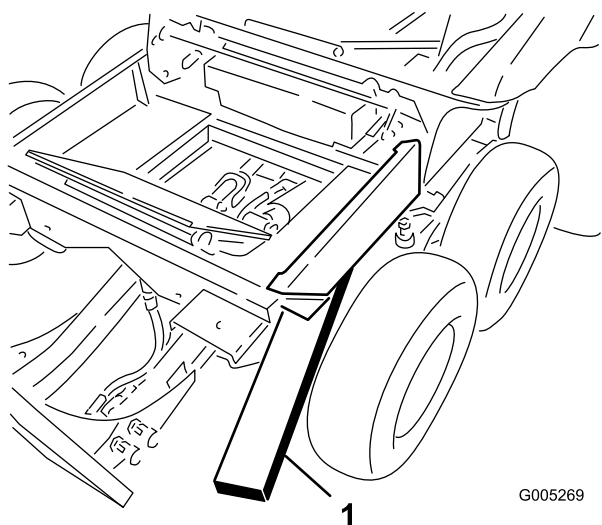

Figura 42
1. Rondella e dado sul prigioniero del perno del carrello (2)
3. Inserite un blocco di legno tra l'arresto anteriore del carrello e il telaio per inclinare il telaio invernale all'indietro (Figura 42).